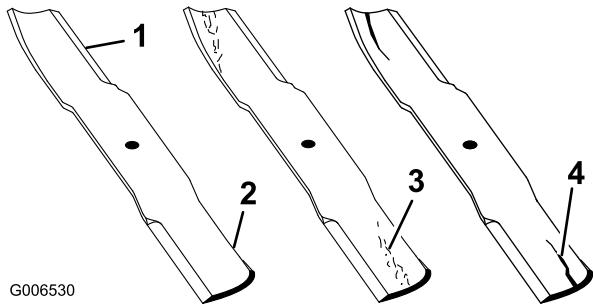

図 25
4. ブレードの切っ先を注意深く観察、特に、直線部と曲線部が交わる部分をよく観察する（図 25）。
注 この、直線部と曲線部の交差域は、砂などによる磨耗が進みやすい部分なので、機械を使用する前によく点検することが必要である。磨耗している場合（図 25）は、ブレードを交換する；「カッティングブレードの取り外し」を参照。
ブレードの磨耗を放置すると、ブレードのセール部と平坦部との間に割れ目が発生する（図 25）。この割れ目が拡大すると、最終的にはブレードがちぎれてハウジングの下から飛び出し、これがオペレータや周囲の人間に重大な人身事故となる。